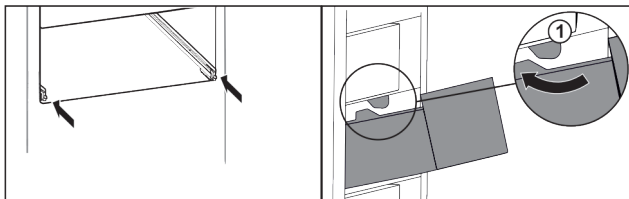

Fig. 31
- ▶ Schubfach um die Stopper Fig. 31 (1) herumführen.*